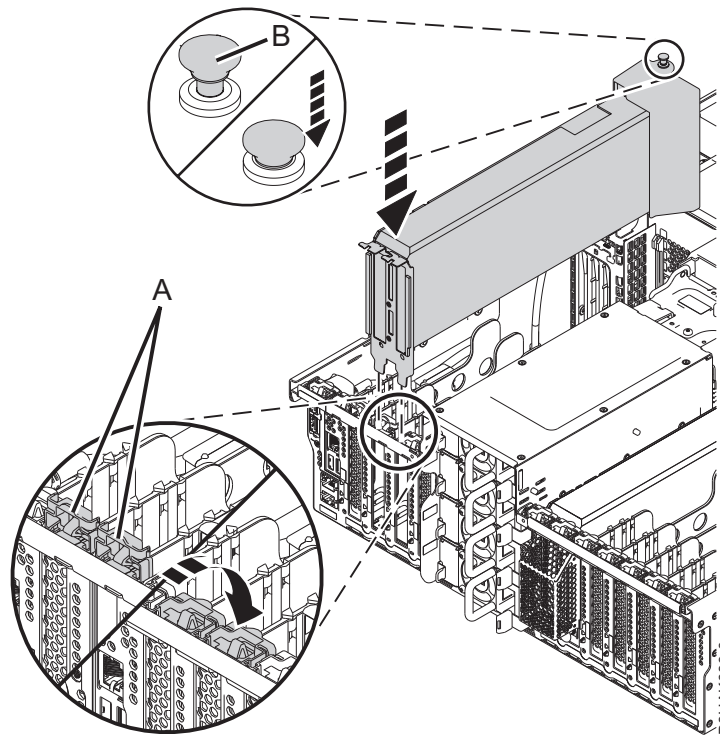

Figura 9. Instalación o sustitución del adaptador GPU adaptador PCIe en un sistema montado en bastidor.
- Sujete con cuidado el adaptador por el borde superior o la contrapunta, y alínelo con la ranura y con el conector de la placa del sistema (**A**), como se muestra en la Figura 7, Figura 9 en la página 11 y Figura 8 en la página 10.
- a. Gire el pestillo del adaptador (A) en la dirección que se muestra en la Figura 9 en la página 11.
- b. Presione el pestillo (B) en el deflector de aire para bloquearlo en su posición, como se muestra en la Figura 9 en la página 11.